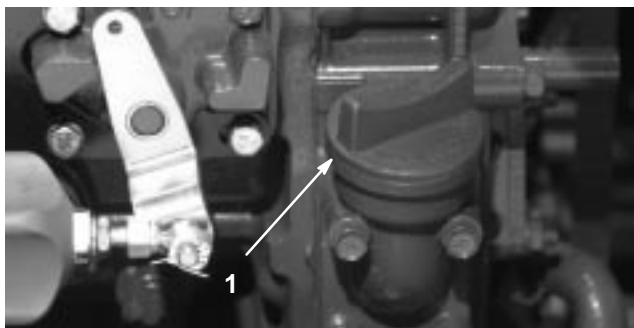

Figure 5
4. Si le niveau n'atteint pas le repère du plein, enlevez le bouchon de remplissage (Fig. 5) et faites l'appoint jusqu'à ce que le niveau correct soit atteint. **Ne remplissez pas excessivement.**